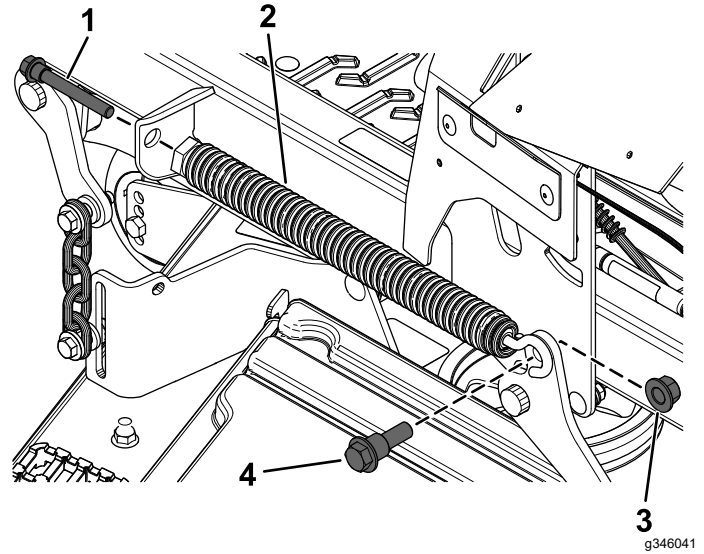

Figura 6
2. Rimuovete il bullone di spallamento e il dado di bloccaggio ($\frac{1}{2}$ ") che fissano la parte posteriore della molla di sollevamento del piatto (Figura 6).
3. Rimuovete la molla di sollevamento del piatto (Figura 6).
1. Rimuovete il bullone a molla che fissa la parte anteriore della molla di sollevamento del piatto (Figura 6).